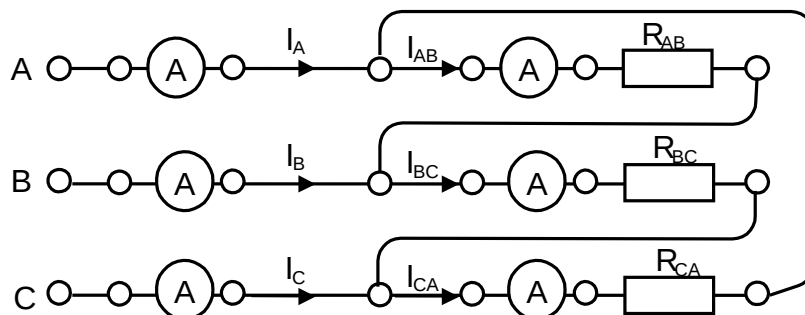
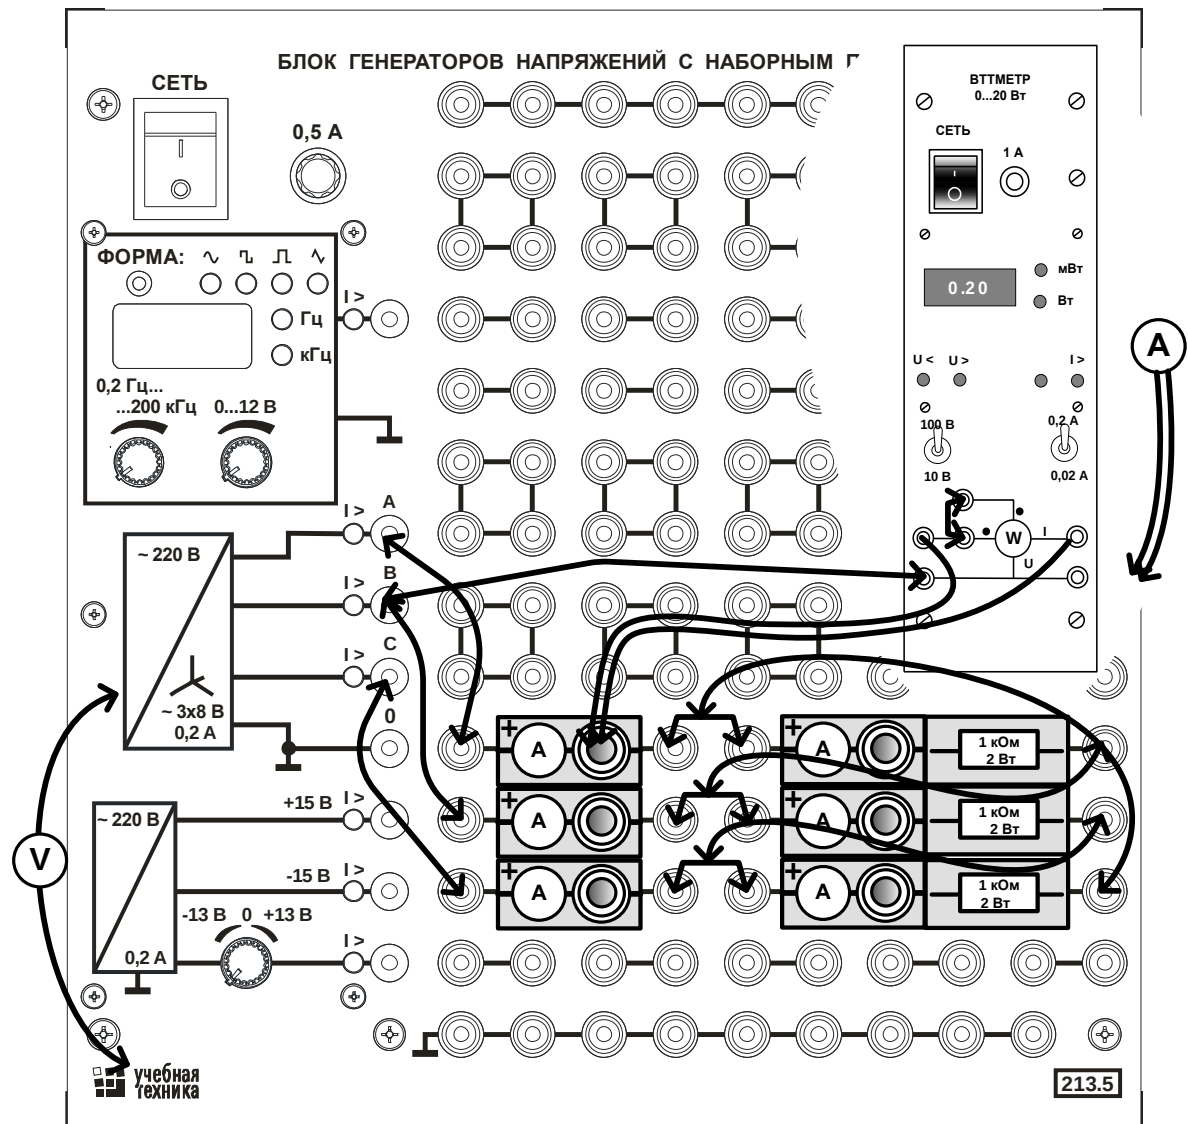

Рис. 4.8. Принципиальная схема цепи с симметричной нагрузкой.
Рис. 4.9. Монтажная схема.
- Соберите цепь с симметричной нагрузкой ( $R_{AB} = R_{BC} = R_{CA} = 1 \text{ кОм}$ ) согласно принципиальной схеме (рис. 4.8) и монтажной схеме (рис. 4.9).